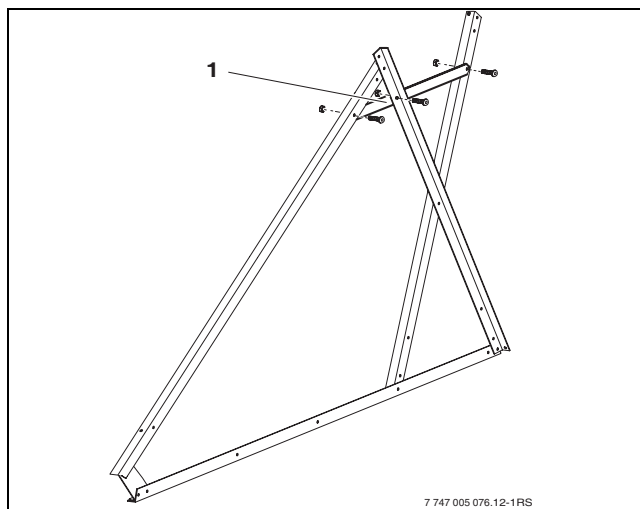

Fig. 19 Montar la barra transversal
- Atornillar la traviesa (Fig. 19, (1)) a los dos perfiles de soporte del acumulador y al perfil de soporte del captador.